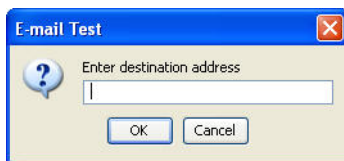

FIG. 139
2. Aparecerá la pantalla Probar correo electrónico representada en la FIG. 139. Introduzca una dirección de correo electrónico a donde enviar el mensaje de prueba y haga clic en el botón Aceptar para enviar el correo electrónico de prueba.